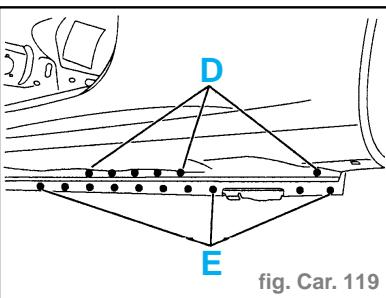

fig. Car. 119
- Souder par points bouchons au MIG (suivant D) (fig. Car. 119).